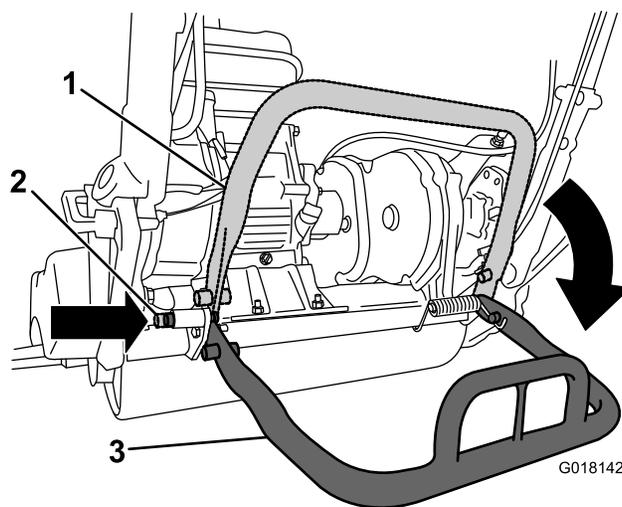

Figura 5
2. Abbassate il cavalletto e spingete il perno di bloccaggio per bloccare il cavalletto in posizione di manutenzione (Figura 5). Lasciate che la macchina poggi sul perno di cavalletto bloccato.